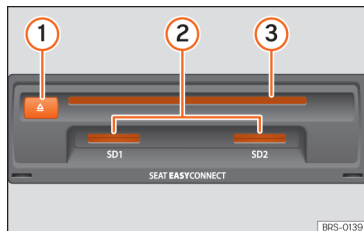

Abb. 213 Datenträger-Einschiebe im Handschuhfach.
- CD oder DVD so weit in den DVD-Schacht »» **Abb. 213** ③ einschieben, bis sie automatisch eingezogen wird.
Kompatible Speicherkarte mit der abgeschnittenen Ecke zuerst und mit der Beschriftung nach oben (Kontaktflächen nach unten) in den Speicherschacht »» **Abb. 213** ② oder »» **Abb. 188** ⑨ einschieben, bis sie einrastet.